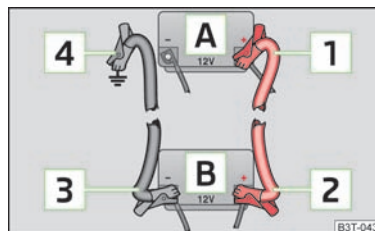

Fig. 114
- Fixe uma extremidade **1** » Fig. 114 ao borne positivo da bateria descarregada **A**.
- Fixe uma extremidade **3** » Fig. 114 ao borne negativo da bateria fornecedora de corrente **B**.